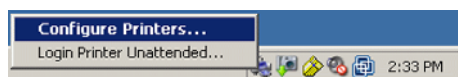

Figura 34 Icono de Servicios de impresión de ECM
- 8 Haga clic con el botón secundario del ratón en el icono de Servicio de impresión de ECM de la barra de tareas y seleccione **Configure Printers** (consulte Figura 34 en la página 144).